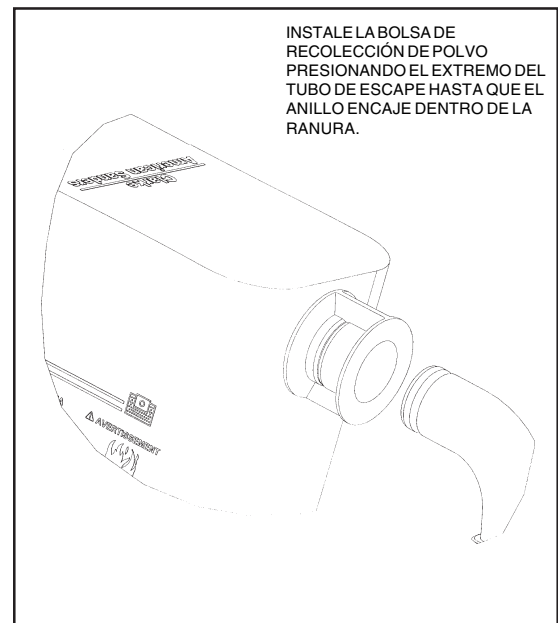

Figura 3.2
1. Instale la bolsa de recolección de polvo presionando el extremo del tubo de escape hasta que el anillo encaje dentro de la ranura (figura 3.2). El mejor modo de hacer esto es presionando la parte posterior de la abertura de la bolsa con la palma de su mano.